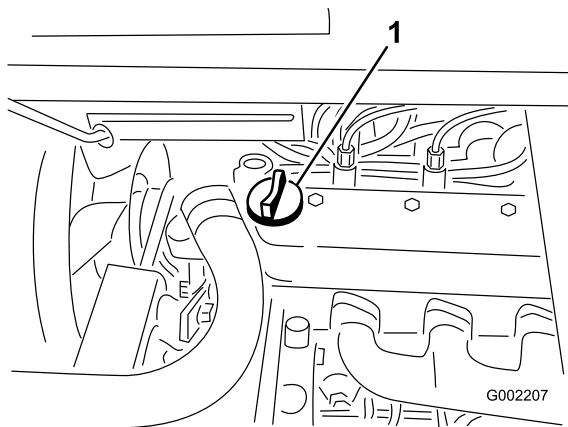

Figura 40
- Se o nível de óleo estiver baixo, deverá retirar a tampa de enchimento da cobertura da válvula (Figura 40) e deitar óleo na abertura até que o nível suba até à marca "Full" (Cheio) da vareta; consultar a secção Manutenção do óleo do motor, acerca do tipo e viscosidade do óleo. Adicione o óleo lentamente e verifique o nível com alguma frequência durante o procedimento. Não encha demasiado.